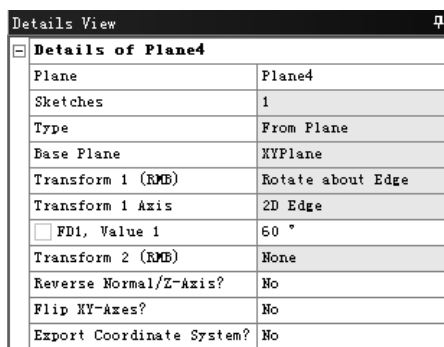

图 9.3.6 “Details View”对话框
- (1) 单击工具栏中的“New Plane”按钮 ，弹出图 9.3.6 所示的“Details View”对话框。
- (2) 在对话框的 **Type** 下拉列表中选择 **From Plane** 选项，在 **Base Face** 文本框中单击，选取 **XYPlane** 平面为参考，单击 **Apply** 按钮确认，在 **Transform 1 (RMB)** 下拉列表中选择